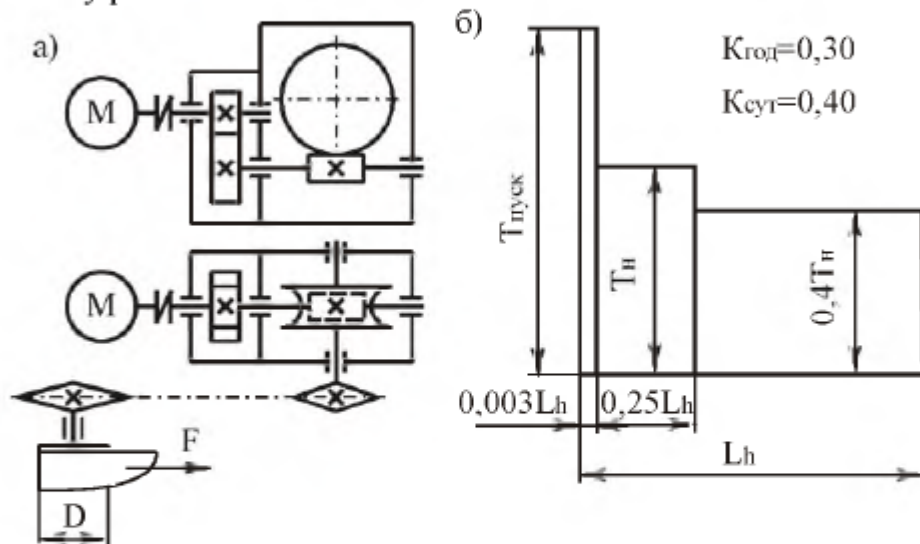

Рис. 6.20. Привод ленточного конвейера:
**Тема 20.** Спроектировать привод ленточного конвейера (рис. 6.20, табл. 6.20). Привод вала барабана ленточного конвейера осуществляется от асинхронного электродвигателя общего машиностроительного применения через цилиндро-червячный редуктор и открытую цепную передачу. Быстроходная ступень редуктора – цилиндрическая вертикальная, тихоходная ступень – червячная с нижним расположением червяка. Входной вал редуктора соединен с валом электродвигателя упругой муфтой.